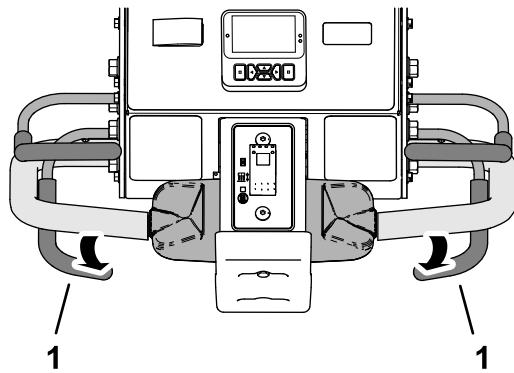

図 85
- 前タイヤが作業場所に入るタイミングで、エアレーションペイルから手を離す**図 85**。